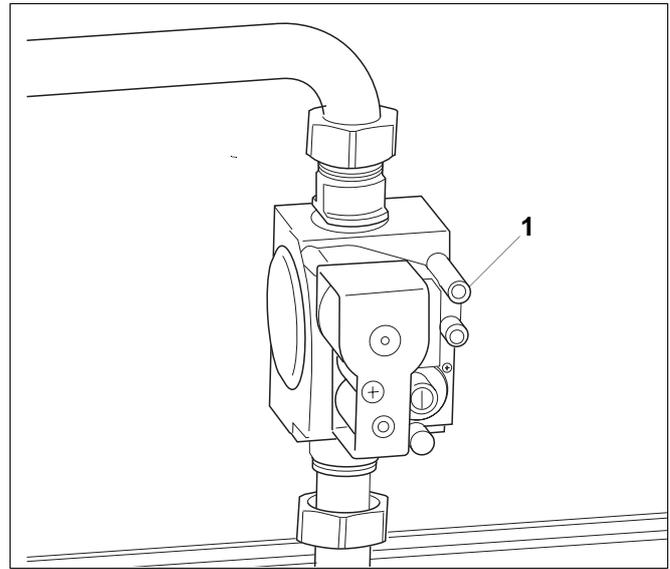

Abb. 22 Gasarmatur „SIT“ 840 Sigma
- Verschlusschraube des Prüfnippels für Gasanschlussdruck und Entlüftung (Abb. 22, **Pos. 1**) um zwei Umdrehungen lösen und Schlauch aufstecken.